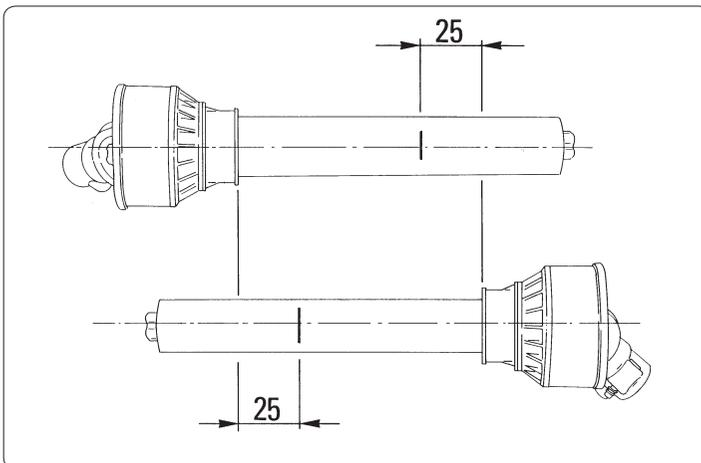

fig. 4.3.1
- Using a felttip pen, matchmark the place where the two halves must be shortened, measuring 25 mm from the beginning of each half, as shown in fig. 4.3.1.
- Con un pennarello segnare dove accorciare i due semialberi, misurando 25 mm dall'inizio di ogni semialbero, come da fig. 4.3.1.